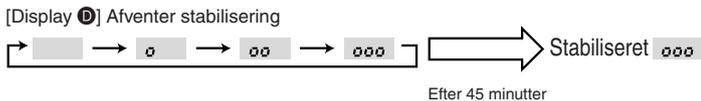

Fig. 8-3
③ Tryk på **FILTER** (←)-knappen for at bekræfte indstillingen. (Fig. 8-3)